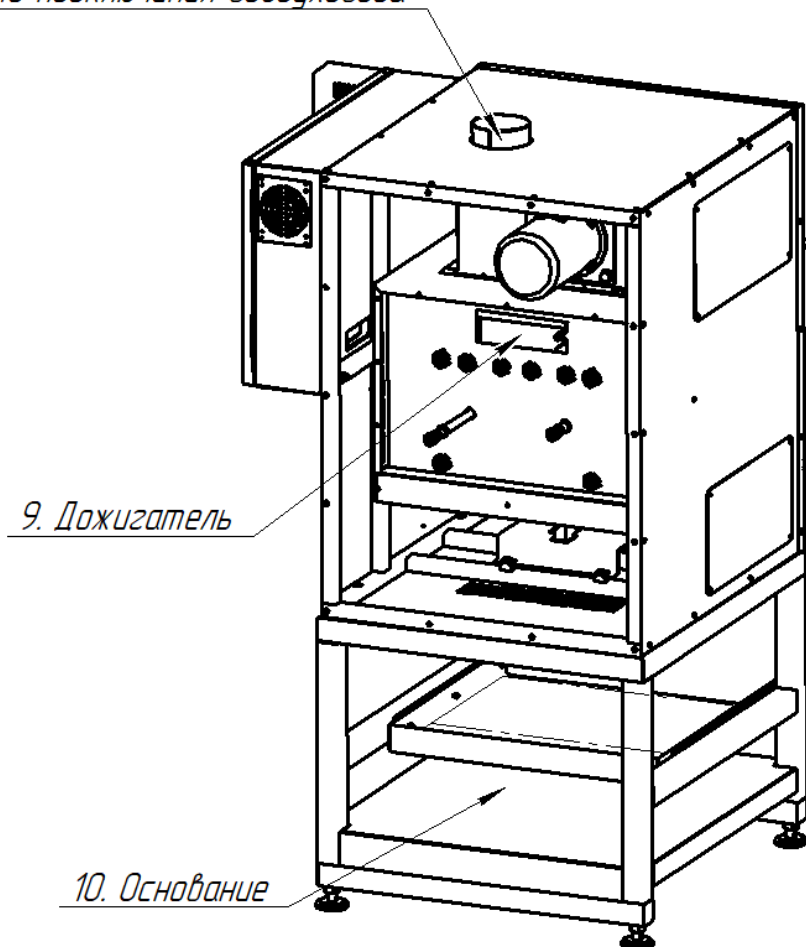

Рисунок 2 – Общий вид аппарата с задней стороны
3.1.3 Подсоединить воздуховод из комплекта поставки к вытяжному патрубку (**Место подключения воздуховода 8**) на верхней части аппарата (см. рисунок 2), использовать хомут для фиксации. Выход воздуховода подсоединить к системе удаления газов. Температура газов при работе аппарата – не более 180°C.